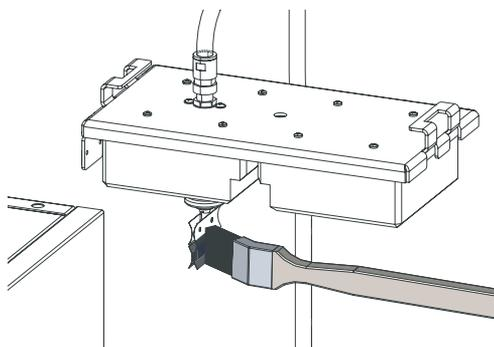

Fig. 53 Pulire l'elettrodo (solo per caldaie a pellet con collettore di polveri elettrostatico)
- ▶ Pulire l'elettrodo con una spazzola (solo per le caldaie a pellet con collettore di polveri elettrostatico) – Fig. 53.